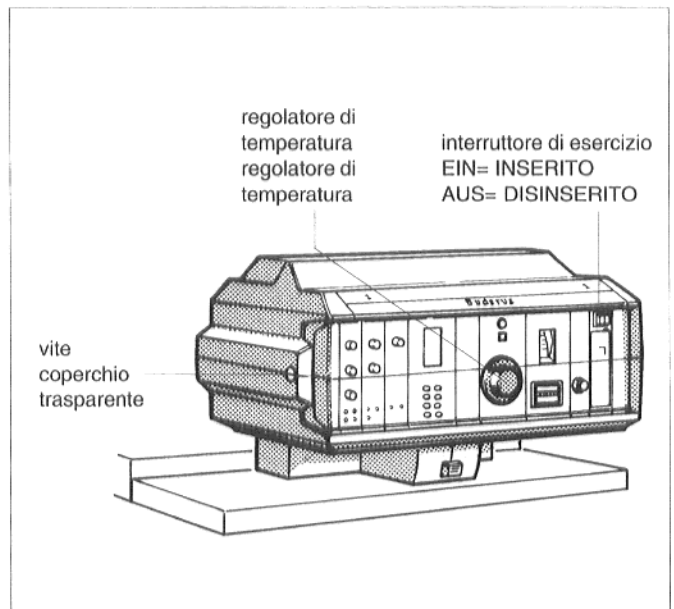

Fig. 19: Apparecchio di regolazione
- Portare il taglio della vite per il fissaggio del coperchio trasparente dell'apparecchio di regolazione (Fig. 19) in posizione orizzontale servendosi, per esempio, di una monetina. Estrarre il coperchio trasparente verso il davanti.
- Porre l'interruttore di esercizio (Fig. 19) in posizione "O" (AUS = DISINSERITO).